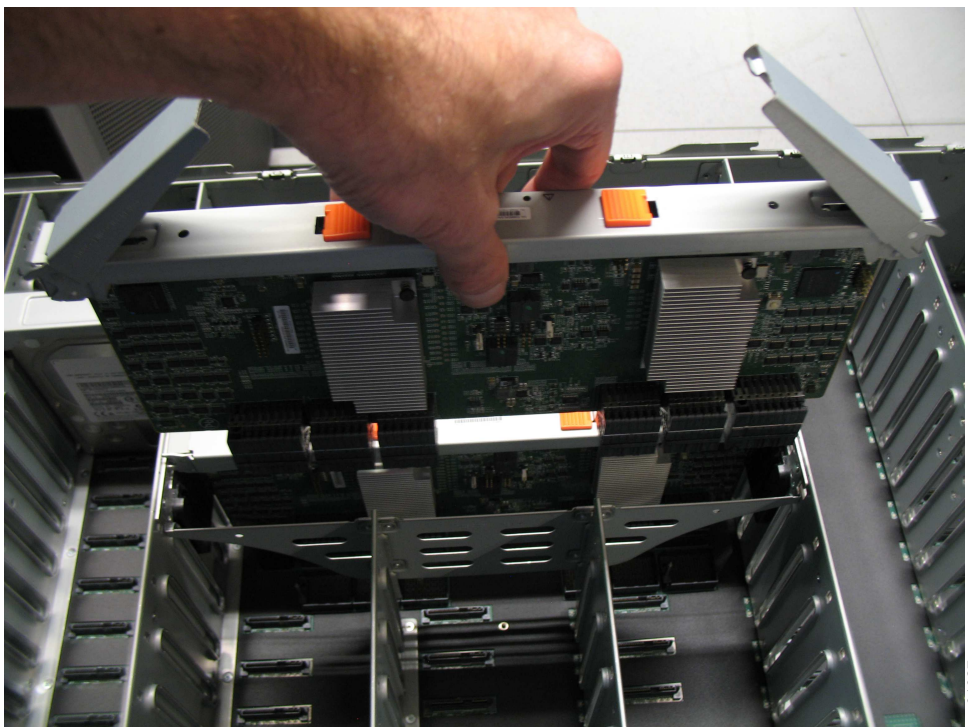

図 85. 2 次拡張機構モジュールの取り外し
4. 117 ページの図 85 に示すように、2 次拡張機構モジュールを注意深く持ち上げてエンクロージャーから取り出します。